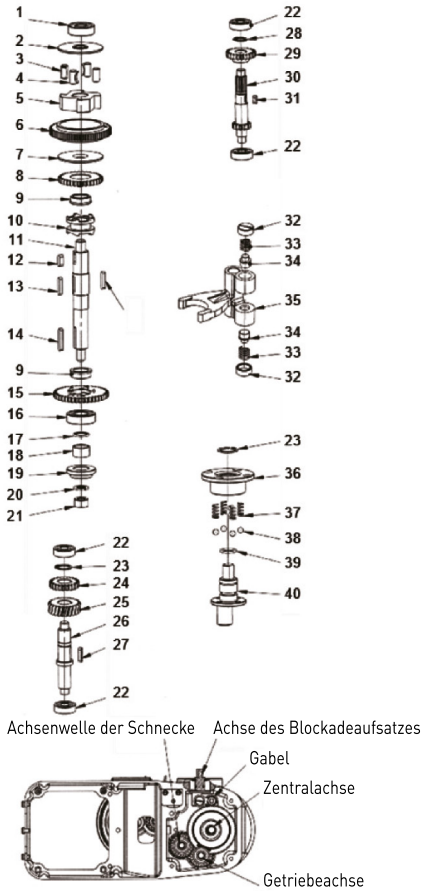

Abb. 2: Baugruppe des Getriebes
- Baugruppe des Getriebes (Abb. 2);
Verzeichnis der Teile des Gerätes, die sich in der Abb. 2 befinden